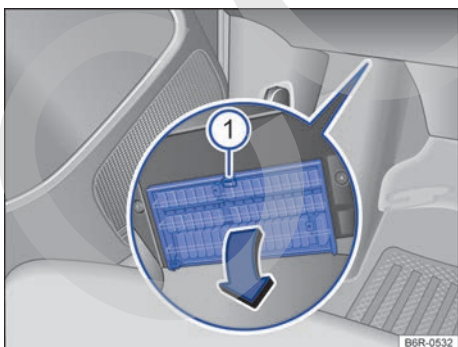

Fig. 140 En el lado del conductor debajo del panel de instrumentos: abrir la cubierta de la caja de fusibles.
- **Abrir:** presionar la palanca de bloqueo → fig. 140 ① hasta que la cubierta se abra.
- **Cerrar:** rebatir la cubierta en sentido contrario a de la flecha hasta que se bloquee de forma audible en la palanca de bloqueo ①.